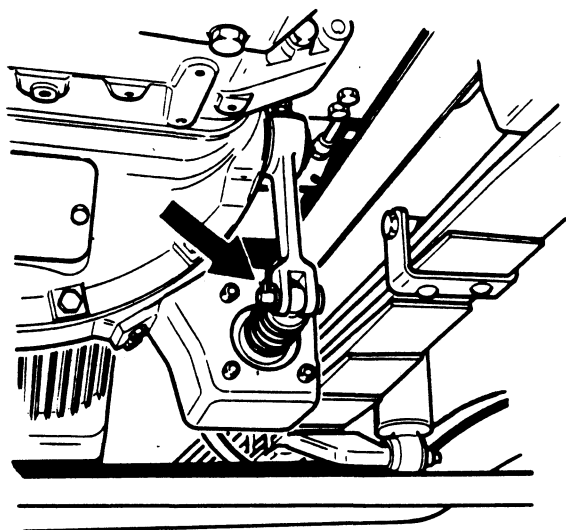

Fig. 8
- Verwijder de koppen uit de hefboom van de koppelingsbediening (Fig. 8).